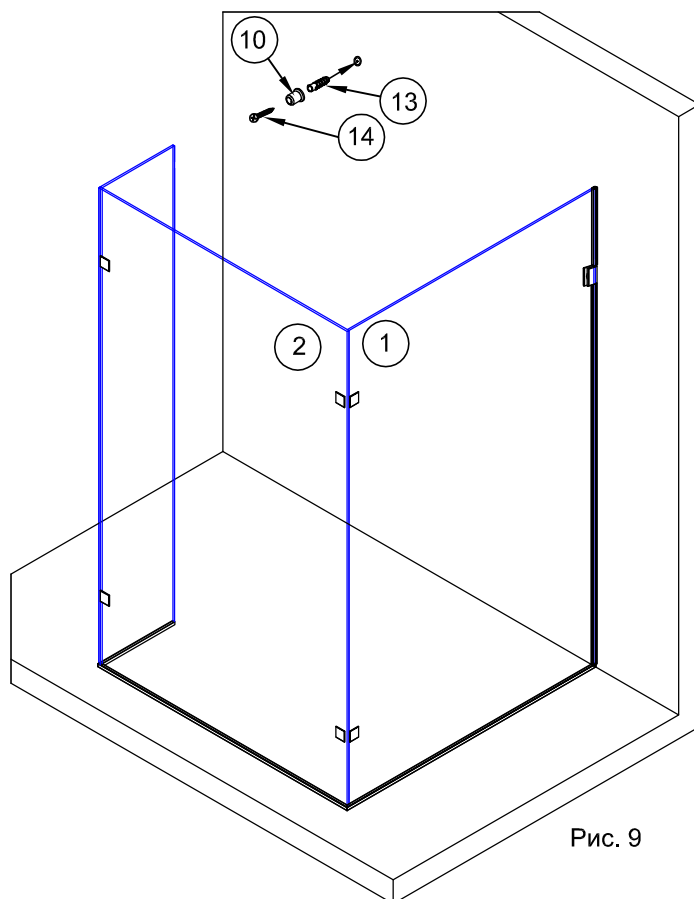

Рис. 9
3.4. Выполнить сверление отверстия в стене по разметке (рис.9). Диаметр отверстия 8мм, глубина не менее 40 мм.
Вставить в отверстие дюбель №13. При необходимости использовать молоток. (рис.9).